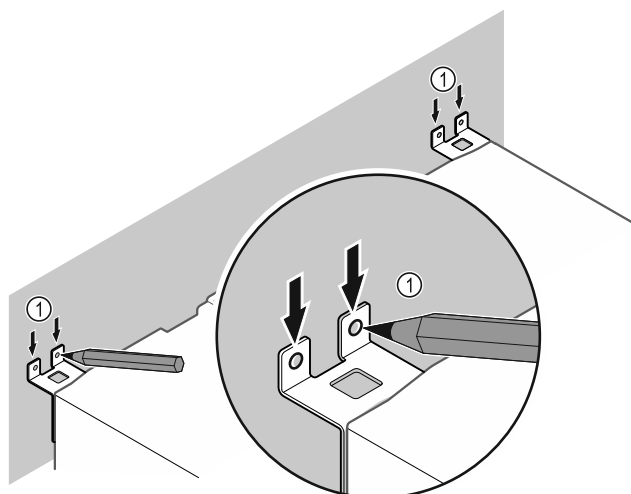

Fig. 67
- Markierungen an der Wand setzen Fig. 67 (1).